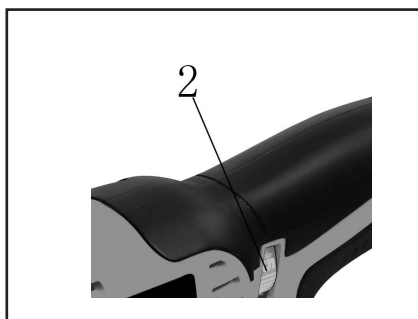

rys. 5
- ✿ Aby narzędzie włączyć należy przesunąć wyłącznik (1) w kierunku do przodu narzędzia (rys. 5).
- ✿ Aby narzędzie wyłączyć należy przesunąć wyłącznik w kierunku do tyłu narzędzia (rys. 5).
3. Ustawić narzędzie z tarczą (3) w taki sposób, aby dotykało lekko powierzchni płytki i aby zęby tnące NIE DOTYKAŁY powierzchni ciętej.
4. Ustawić najwyższe obroty i włączyć narzędzie (rys. 5 i 6)
3. Umieścić tarczę tnącą (2) bezpośrednio przy podłodze na środku jednej z linii cięcia.
4. Ustawić średnie obroty i włączyć narzędzie (rys. 5 i 6).
2. Przyłożyć puszkę do ściany i miękkim ołówkiem obrysować wymagany otwór o kształcie prostokąta (1)
3. Umieścić krawędź tnącą tarczy (2) bezpośrednio przy ścianie na środku jednej z linii cięcia.
4. Przetączyć wyłącznik w pozycję WŁĄCZONE w sposób pokazany na rys. 5.
2. Ustawić regulator obrotów na 4 i przetączyć wyłącznik w pozycję WŁĄCZONE w sposób pokazany na rys. 5 i 6.